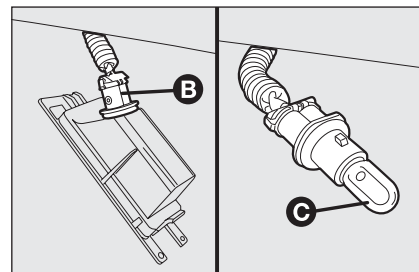

fig. 35
- tourner le porte-lampe **B-fig. 35** dans le sens des aiguilles;